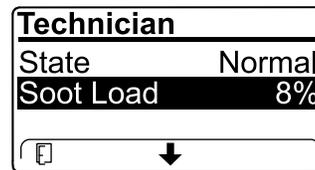

Figura 67
- Verificate il carico di fuliggine misurato come percentuale di fuliggine nel FAP (Figura 67); fate riferimento alla tabella del carico di fuliggine.